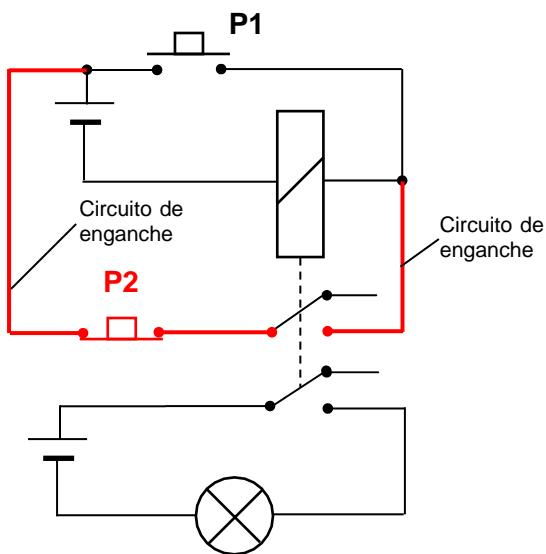
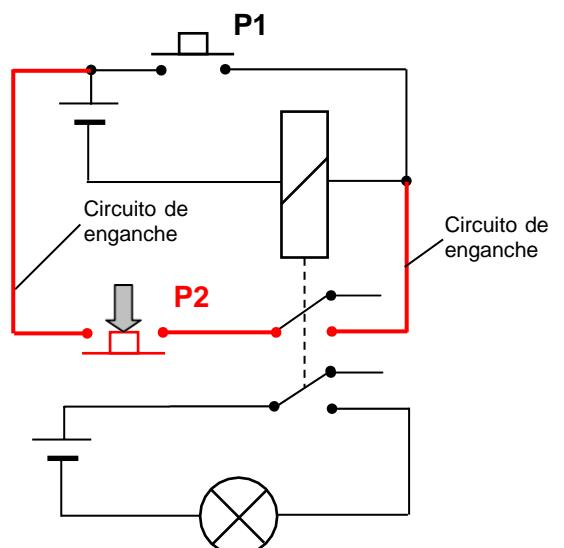

Fig. 11
Fig. 14
*El circuito de enganche consiste en establecer un **camino alternativo** para que le siga llegando corriente a la bobina cuando dejemos de accionar el **pulsador** (Fig. 11). Para ello, necesitamos que el relé tenga, al menos, un polo más de los que necesitemos para controlar el dispositivo que sea (motor, bombilla, etc), ya que es a través de uno de los polos del relé como la bobina seguirá recibiendo corriente cuando dejemos de accionar el pulsador.*
Para comprender mejor en qué consiste el circuito de enganche, supongamos que queremos controlar el encendido de una **bombilla** mediante un relé de dos polos y cuatro contactos (Fig. 11). Utilizaremos una pila para suministrar corriente a la bobina y otra para hacerlo a la bombilla, para que el esquema del circuito sea más claro. También hemos señalado con **línea más gruesa** los cables del circuito de enganche.
Cuando queremos **apagar la bombilla** (Fig. 14) tendremos que accionar **un instante** el **pulsador P2**, con objeto de abrir el circuito de enganche y, por tanto, cortar la corriente de la bobina. De esta forma, una vez soltado el pulsador P2 nos encontraremos de nuevo en la situación representada en la Fig. 11.